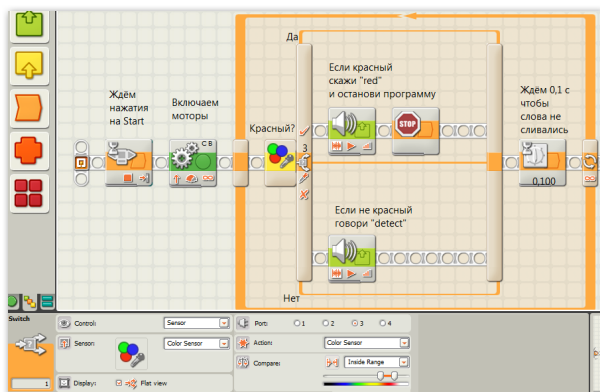

Рис. 5.1. Программа к примеру 51
**ПРИМЕР 51** Робот должен начать движение после нажатия на оранжевую кнопку START. Если датчик цвета оказывается над красным объектом, то робот должен сказать «Red» и остановиться, а программа — завершиться. Иначе робот должен перемещаться и говорить: «Detect» (рис. 5.1).